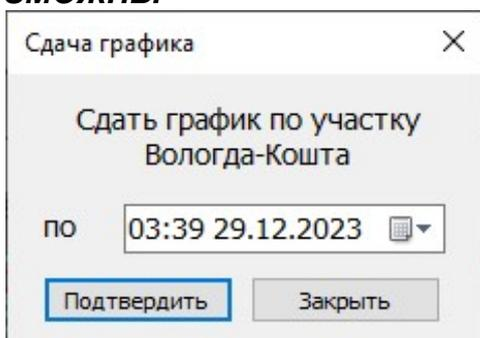

Рис.151.Выбор времени в окне «Сдача графика».
1. Сдача графика осуществляется при помощи пункта основного меню «Диспетчер/Сдать график» в соответствующем окне (см. рис. 151).
2. Временная граница сдаваемого графика определяется при сдаче (см. рис. 151). По умолчанию предлагается текущее время.